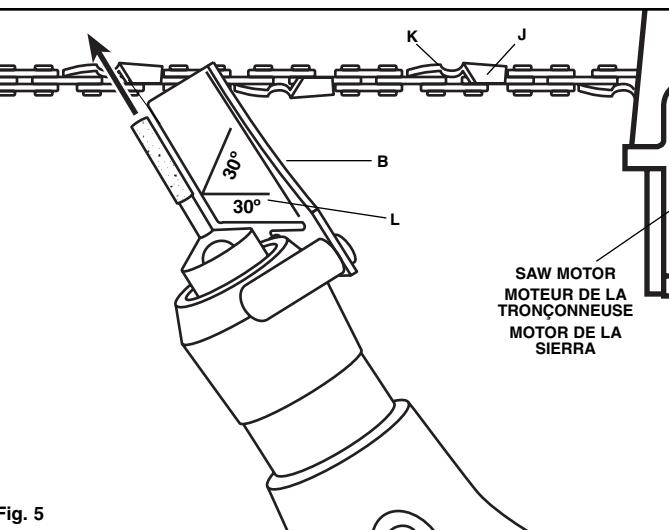

Fig. 5
2. The saw should first be positioned so that you are looking at the side of the chain bar with the motor to your right. Cutter teeth on the far side of the chain are sharpened, from inside to outside, or away from you, as shown in Figure 5. The guide (B) should be laid flat on the tooth with the 30° index line (L) parallel with the chain. This index line should be aligned by eye with the chain.
2. Positionnez d'abord la tronçonneuse avec le côté de la barre de chaîne vous faisant face et avec le moteur à votre droite. Les dents tranchantes du côté opposé de la chaîne s'affûtent de l'intérieur vers l'extérieur (en s'éloignant de soi) comme indiqué à la figure 5. Le guide (B) doit être posé à plat sur la dent avec le repère à 30° (L) parallèle à la chaîne. L'alignement du repère par rapport à la chaîne se fait à l'œil nu.